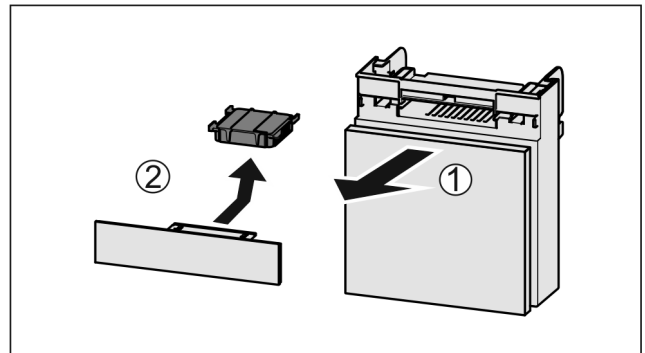

Fig. 242
- ▶ 向前拉出 Fig. 242 (1) 抽屉。
- ▶ 取出 Fig. 242 (2) 活性炭过滤器。